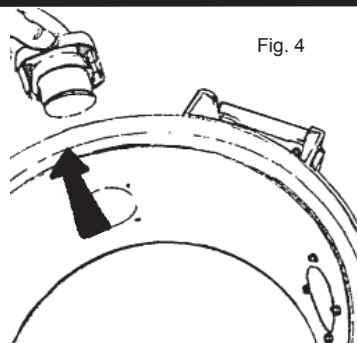

Fig. 4
1. Démontez la prise pour tuyau d'aspiration en dévissant les quatre vis Torx à l'aide d'un tournevis Torx T20 ou d'un tournevis ordinaire, fig. 4.
2. Sortez la prise de l'appareil, voir fig. 4.